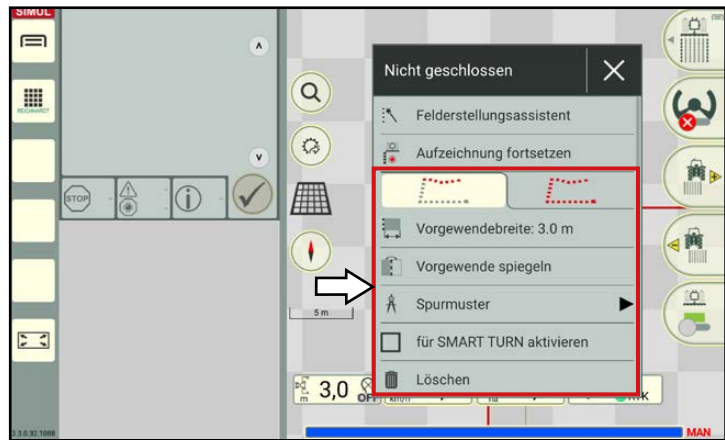

Abb. 202: Optionen für Teilgrenzlinien und gesamte Grenzliniengruppe einer nicht-geschlossenen Grenzlinie
- Optionen für Teilgrenzlinien und gesamte Grenzliniengruppe (siehe Abb. 202):
Der ausgewählte Bereich ist gelb hinterlegt (siehe Abb. 202).